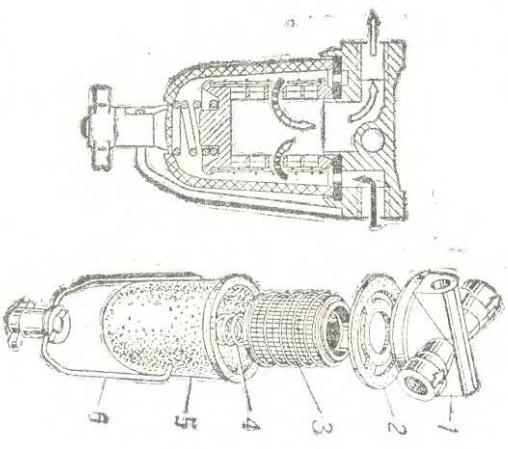

Рис. 17. Фильтр тонкой очистки бензина:
**Фильтр тонкой очистки бензина** (рис. 17) установлен перед карбюратором. Бензин, подаваемый бензонасосом, поступает в стакан-остойник 5, где часть примесей выпадает в виде осадка. Затем бензин фильтруется, проходя через сетчатый фильтрующий элемент 3.